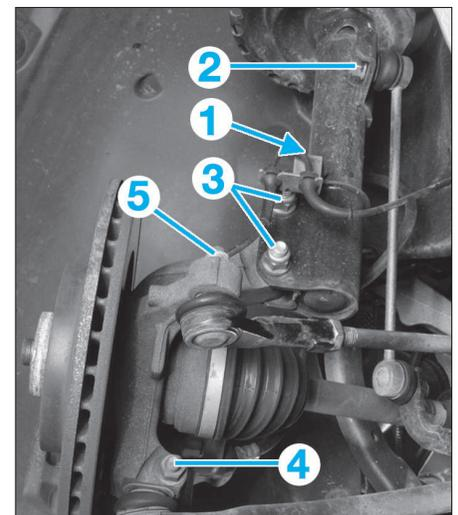

FIG. 1
- la vis (1) de patte de maintien des flexibles (Fig. 1),
- l'écrou (2) de la biellette de barre stabilisatrice et dégager celle-ci.
- le boulon (4) de bridage de la rotule inférieure sur le pivot (Fig.1).